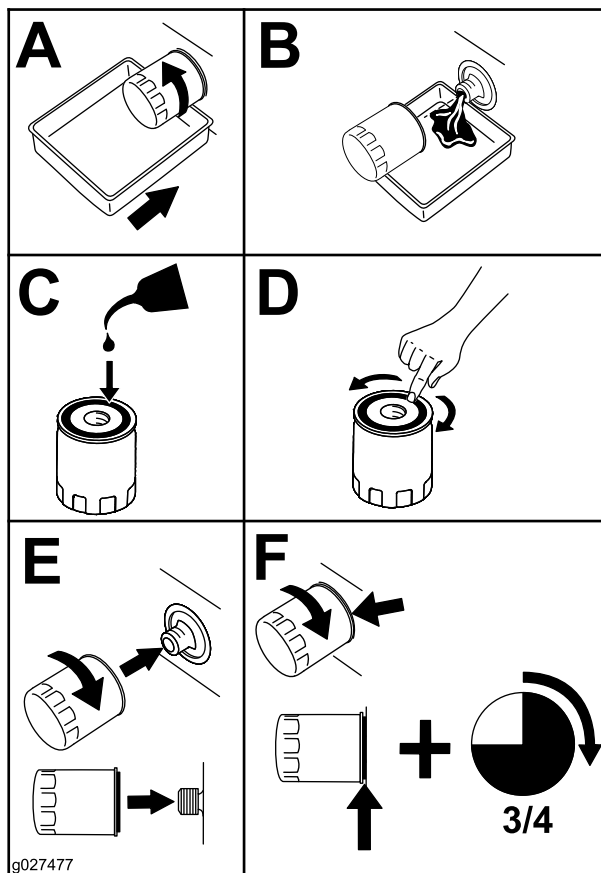

Figure 50
2. Remplacez le filtre à huile moteur (Figure 50).